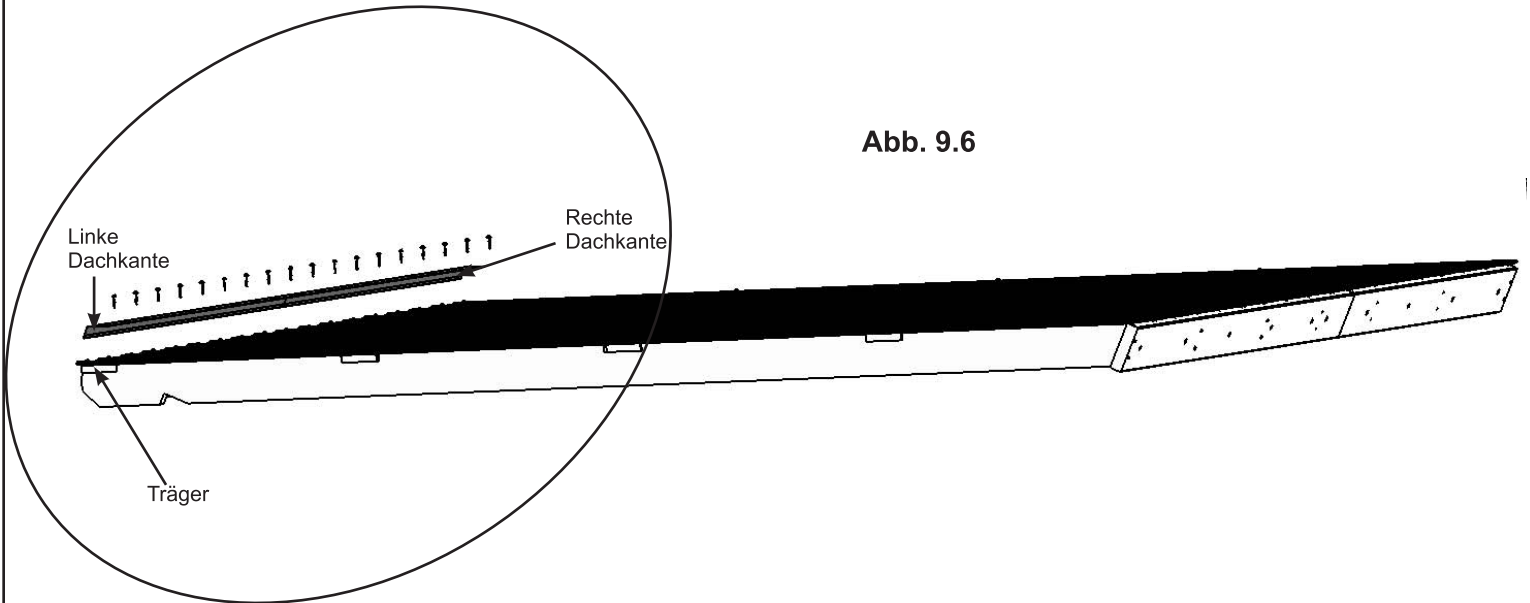

Abb. 9.6
E: Platzieren eine Linke und eine Rechte Dachkante unten an jedem Dachplattenrahmen positionieren, damit sie eng anliegen und die Enden mit den äußeren Enden des Kurze Träger (544) und Lange Träger (543) bündig sind. Die zwei Endlöcher mit einem Bohrer 1/8" vorbohren. Dann beide Dachkanten mit 18 Dach-Sechskantschrauben #8 x 1" befestigen. (Abb. 9.6 und 9.7)